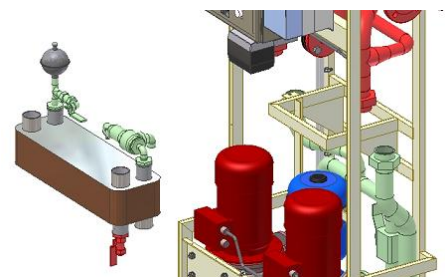

Abbildung 4.2-4
3. Nehmen Sie den HX11 vorsichtig durch Ziehen/Heben/Drehen heraus (Abbildung 4.2-4).